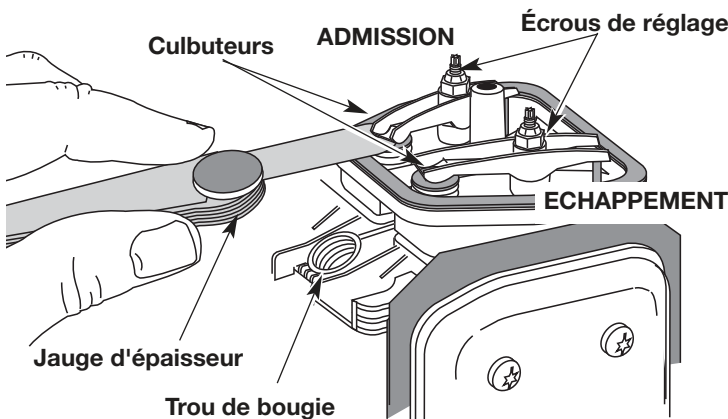

Fig. 29
- Le piston est au sommet de sa course lorsqu'on regarde par le trou de la bougie (Fig. 29).
7. Glissez la jauge d'épaisseur entre le culbuteur et le ressort de rappel de la soupape. Mesurez le jeu entre la tige de soupape et le culbuteur (Fig. 29). Faites-le pour les soupapes d'admission et d'échappement.
L'écart de jeu recommandé pour l'admission et l'échappement est de 0,076 – 0,152 mm (0,003 – 0,006 po). Servez-vous d'une jauge d'épaisseur d'automobile standard de 0,127 et 0,381 mm (0,005 et 0,015 po). La jauge d'épaisseur devrait pouvoir glisser entre le culbuteur et la tige de soupape en rencontrant une faible résistance mais sans coller (Fig. 29 & 30).